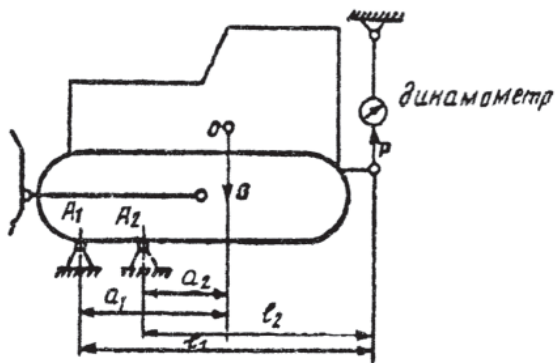

Рис. 3. Координаты точек опоры
Массу гусеничной машины определяют из выражения (1) двукратным подвешиванием с изменением положения точки опоры (рис. 3).